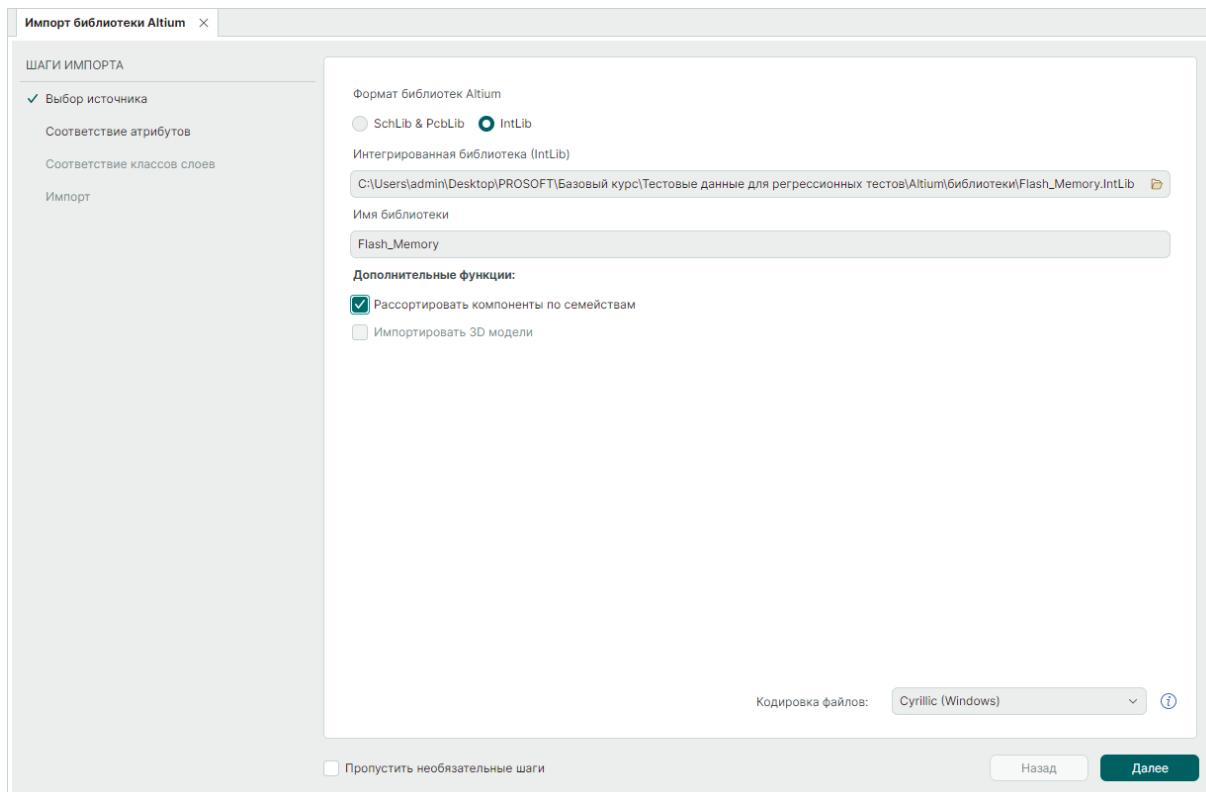

Рис. 9 Дополнительные функции
3. При необходимости настройте дополнительные функции, см. Рис. 9: